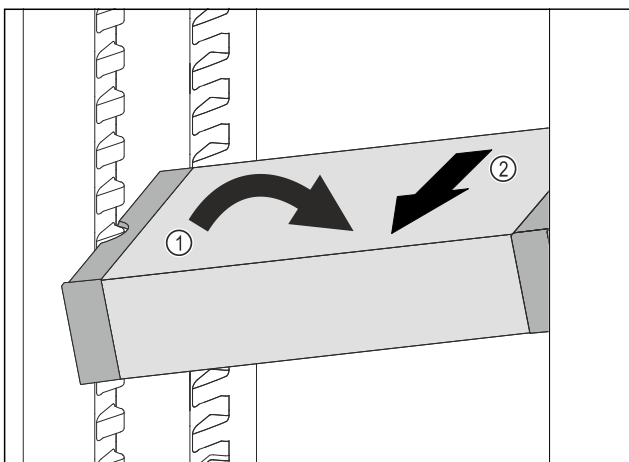

Fig. 104
- ▶ Встановити VarioSafe під кутом в охолоджувальному відділенні. Fig. 104 (1)
- ▶ Витягнути VarioSafe вперед. Fig. 104 (2)